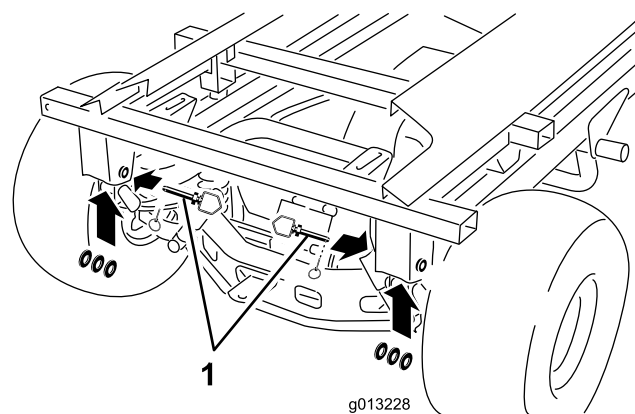

**Рисунок 49**
7. Вставьте передние опоры для хранения и задние подъемные опоры в соответствующие трубки шасси машины и закрепите их с помощью стопорных штифтов (Рисунок 49).